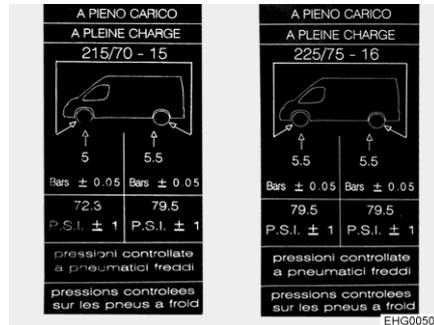

Fig. 124 Etichetta di avvertenza pressione degli pneumatici applicato su montante B (esempio)
- ▷ Le etichette con le indicazioni sulla pressione degli pneumatici richiesta sono applicate sull'interno del montante B (vedere Fig. 124).